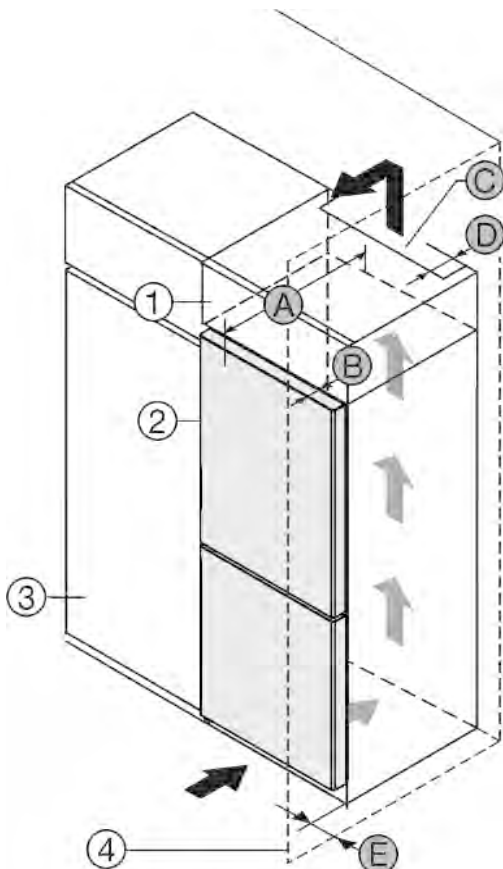

Fig. 1
Установите устройство непосредственно рядом с кухонным шкафом Fig. 1 (3).\*
Установите с расстоянием 5 см между устройством и кухонным шкафом Fig. 1 (3).\*
На задней стенке дополнительного шкафчика должен быть вентиляционный канал с глубиной Fig. 1 (D) по всей ширине этого шкафа.\*
Нужно соблюдать вентиляционное отверстие Fig. 1 (C) под нижней панелью.\*
Если устройство установлено на шарнирах у стены Fig. 1 (4), то расстояние между устройством и стеной должно составлять не менее 40мм. Настолько выступает ручка при открытой дверце.\*
Чтобы можно было полностью открыть двери, устройство должно выступать на глубину двери Fig. 1 (B) относительно передней стенки кухонного шкафа. В зависимости от глубины кухонных шкафов Fig. 1 (3) и использования пристенных распорок устройство может выступать и больше.\*
Чтобы можно было полностью открыть двери, устройство должно выступать на глубину двери (B) относительно передней стенки кухонного шкафа. В зависимости от глубины кухонных шкафов Fig. 1 (3) и использования пристенных распорок устройство может выступать и больше.\*